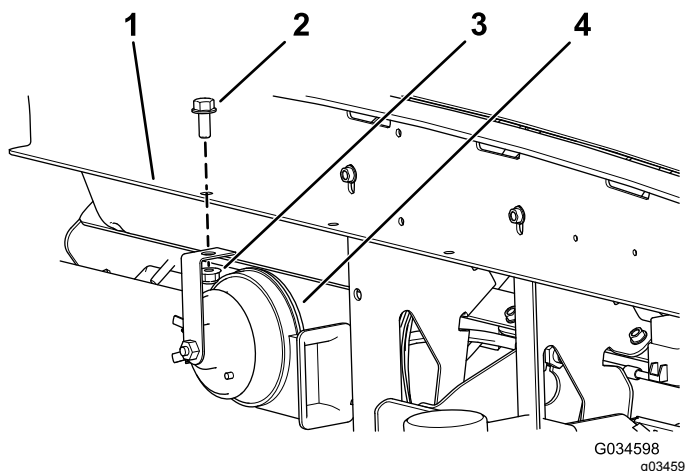

Bild 1
2. Befestigen Sie die 12-Volt-Hupe mit der Sechskantschraube (5/16" x 3/4") und der Bundmutter (5/16") im vorhandenen Loch im Armaturenbrett, wie in Bild 1 abgebildet.